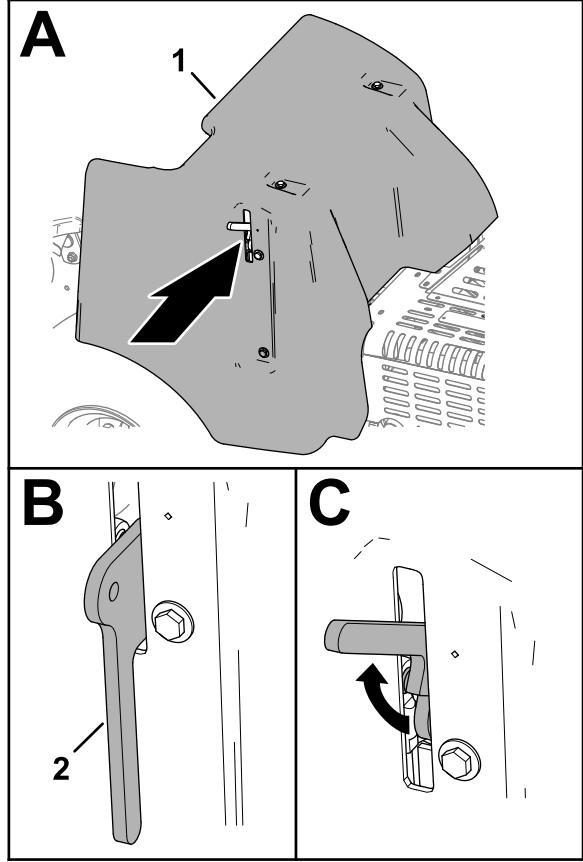

Bild 131
2. Heben Sie den Verriegelungsgriff an (Bild 131).